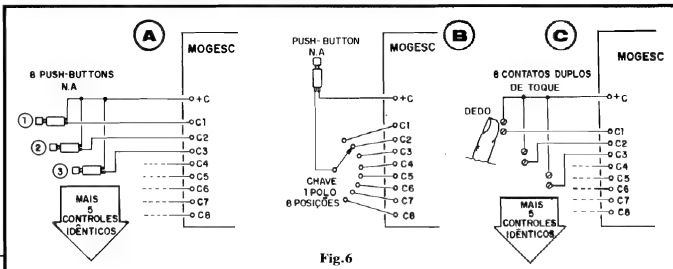

Fig.6
- **FIG. 6 - AMPLIANDO AS POSSIBILIDADES DE COMANDO DO "MOGESC"** - Conforme mencionado no início, o MOGESC é um projeto "em aberto", quanto à forma de acionamento dos comandos, ficando por conta do montador a escolha do método (que dependerá, também, da própria aplicação final "imaginada"...). Temos, na figura, 3 sugestões básicas, práticas e fáceis:
- **FIG. 7 - OPÇÕES PURAMENTE ELETRÔNICAS PARA OS COMANDOS** - Além dos comandos "diretos" (fig. 6) o MOGESG aceita também controles puramente eletrônicos para o acionamento de sons. Através de circuitos especialmente projetados, o Hobbyista mais avançado poderá realizar interessantíssimas experimentações a respeito... É só